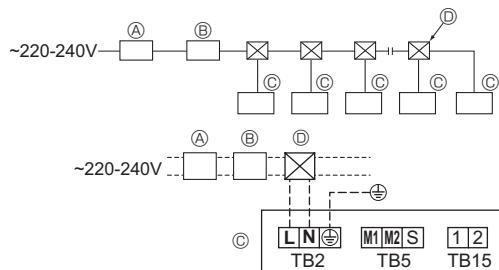

Рис. 6-2
- При установке кондиционера следует предусмотреть переключатель с расстоянием между контактами 3 мм, 1/8 дюйма на каждом проводе. [Рис.6-2]